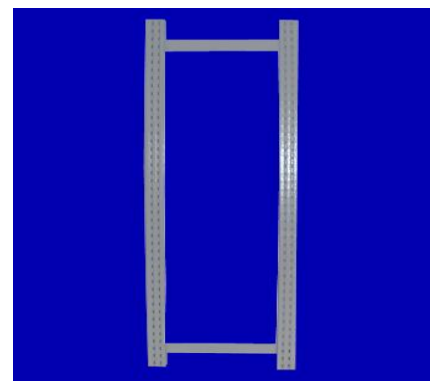

РИС.3
- вставьте с противоположного конца стоек вторую стяжку, продвиньте их по пазам на расстояние 100-150 мм от краев стоек, и Вы получите раму стеллажа (см. рис.3).